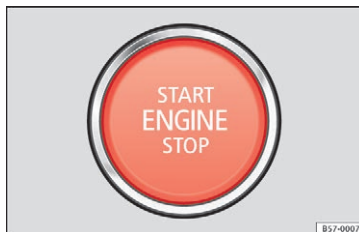

Fig. 149 I nederste del af midterkonsollen: startknap
3.	Tryk på startknappen » Fig. 149 uden at give gas. For at motoren kan starte, skal der være en gyldig nøgle i bilen. Efter start af motoren skifter lyset i knappen (START ENGINE STOP) til permanent tilstand og viser på den måde, at motoren er startet.
5.	Tryk på startknappen et kort øjeblik » Fig. 149. Startknappen (START ENGINE STOP) blinker igen. Hvis motoren ikke standser, skal du foretage en nødstandstning » Side 158.